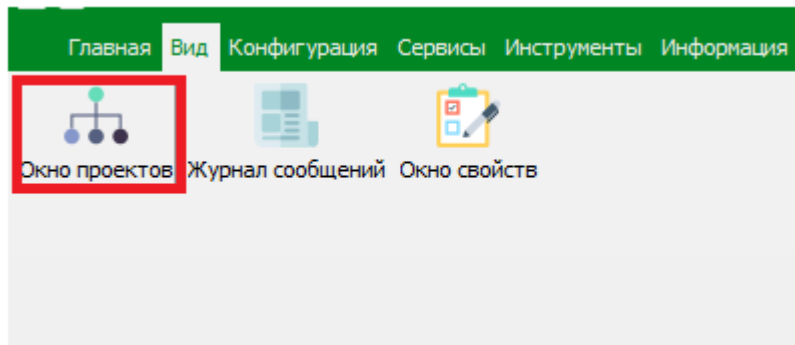

Рисунок 10 – Кнопка «Окно проектов»
2. Нажать кнопку «Окно проектов» (Рисунок 10).